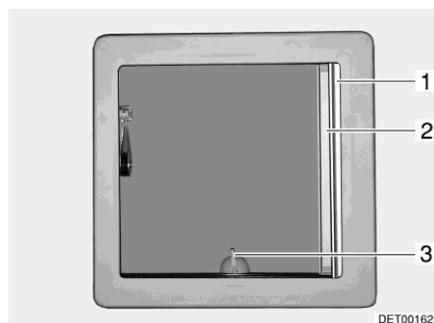
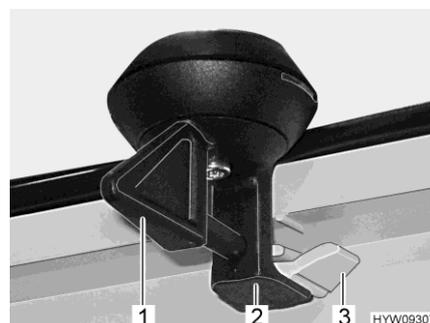

Fig. 48 Lanterneau basculant
Fig. 49 Verrouillage (lanterneau basculant)
- Tourner le levier (Fig. 48,3 ou Fig. 49,1) d'un quart de tour.
- Tourner le levier d'un quart de tour. Le dispositif de verrouillage (Fig. 49,2) doit pénétrer dans le cran d'arrêt inférieur (Fig. 49,3).
- Retirer le dispositif occultant plissé (Fig. 48,1) et le relâcher lorsqu'il a atteint la position voulue. Le dispositif occultant plissé reste alors à cette position.
- Tirer la moustiquaire (Fig. 48,2) jusqu'à ce que le dispositif de verrouillage s'enclenche dans la partie opposée.